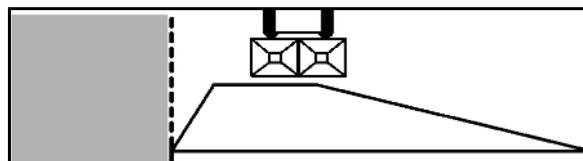

Fig. 46
1. Grenzstreuen nach Düngeverordnung (Fig. 46):